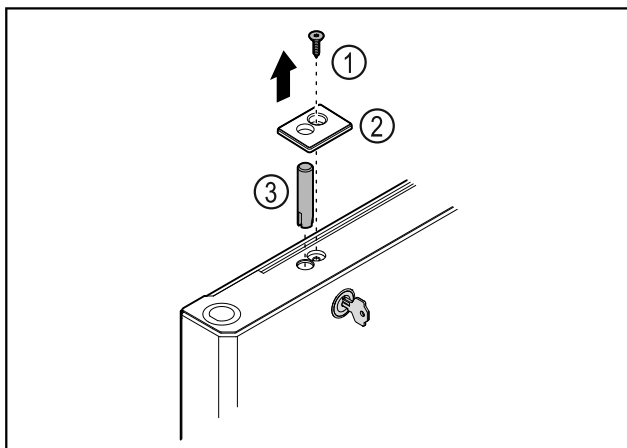

Fig. 38
- Retirer la vis Fig. 38 (1).
- Décrocher le cache Fig. 38 (2) avec un petit tournevis et le retirer.
- Retirer l'axe de la serrure Fig. 38 (3).